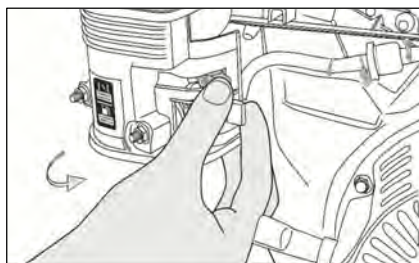

Рис. 34
2. Закройте воздушную заслонку, если двигатель холодный (рис. 34).